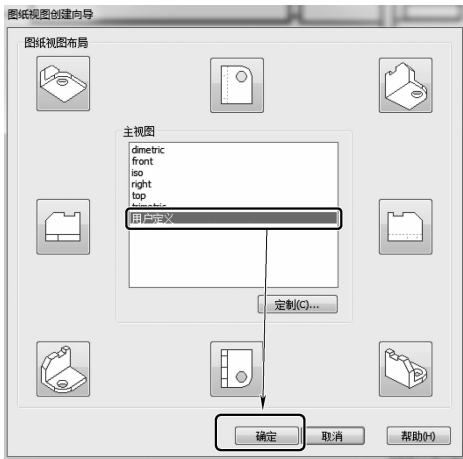

图 9-118 选择所需视图
(4) 因为本零件属于轴类零件，所以主要结构只需要一个主视图就足够了，因此创建本工程图在【图纸视图创建向导】中，在【主视图】中选择设置的【用户定义】选项，默认只打开主视图，再单击【确定】按钮，如图 9-118 所示。